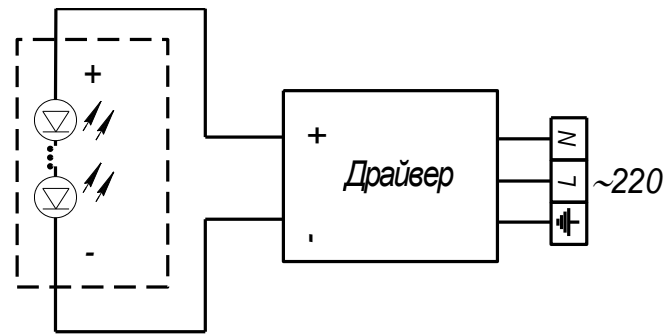

Рис. 2
6.3 Подключить провода светильника в соответствии со схемой (рис. 2) и цветом проводов.